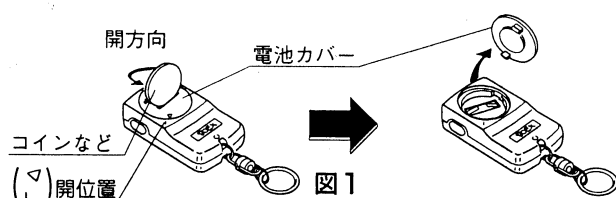

図1
- ① 送信器裏側、カバーの溝にコイン等を差し込み、矢印方向に回して電池カバーをはずします。(図1参照)